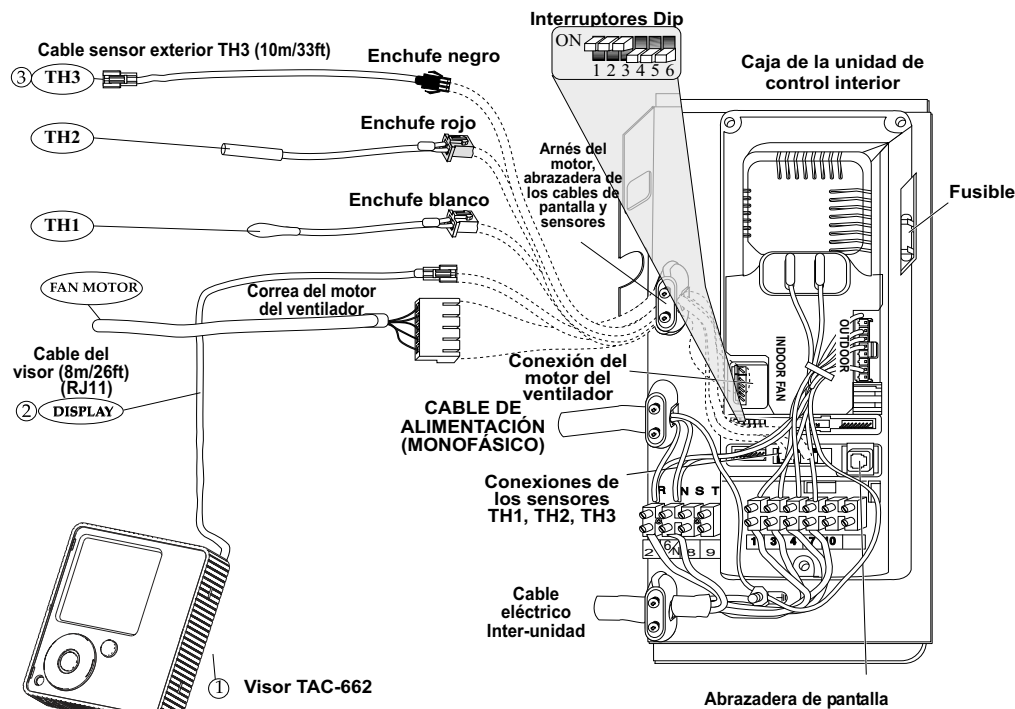

Fig. 13
1. Localice la posición de las conexiones dentro de la tapa de la caja de control. Ver Fig. 13.